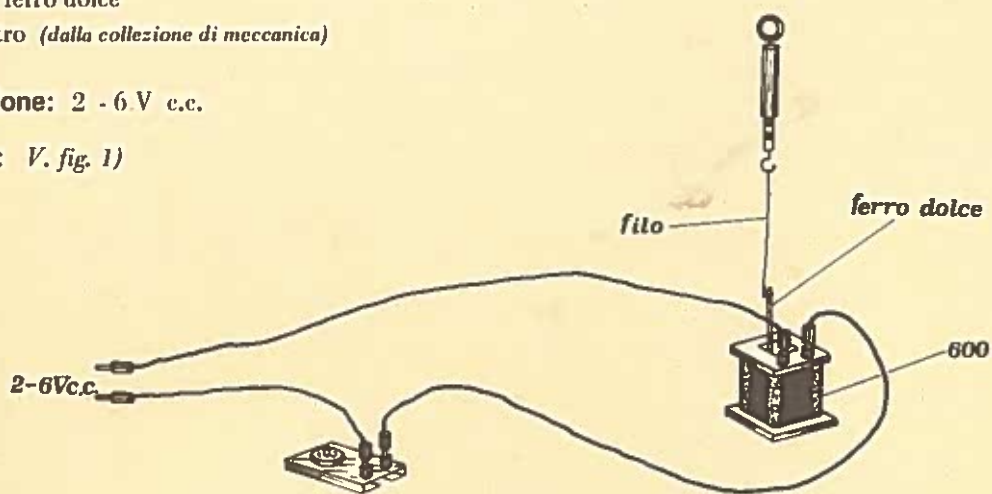

fig.1
Montaggio: V. fig. 1)
- Tramite il dinamometro da 100 gr legato ad un filo, si può "misurare" la forza di attrazione. (V. fig. 1).